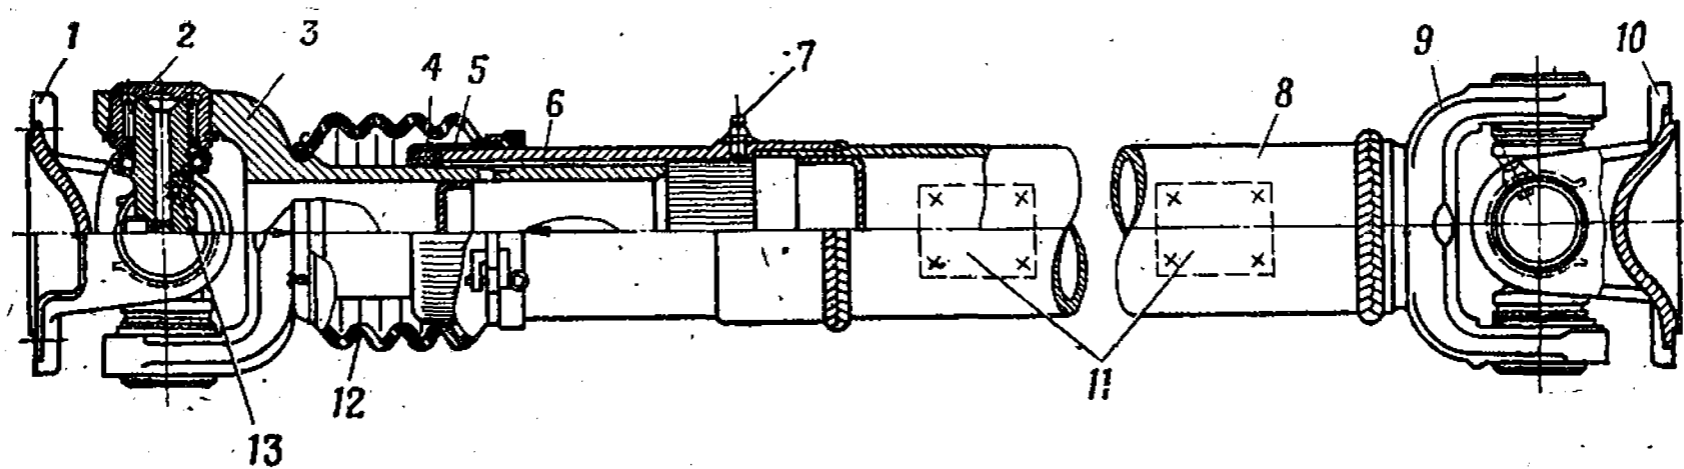

Рис. 141. Карданный вал:
1. Снять шплинты с защитной муфты 12 (рис. 141), сдвинуть муфту на скользящую вилку 3